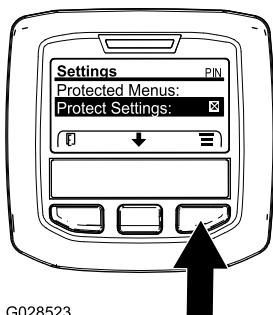

Figura 12
1. A partir do menu PRINCIPAL, utilize o botão central para ir até ao menu de DEFINIÇÕES e prima o botão direito (Figura 12).